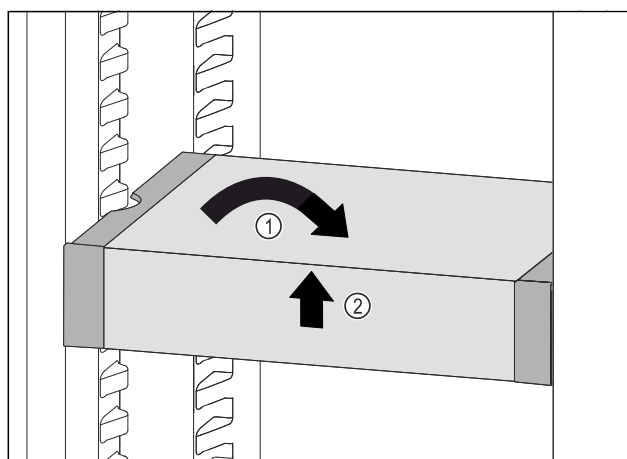

Fig. 136
- Collocare VarioSafe in maniera dritta. Fig. 136 (1)
- Sollevare VarioSafe dal lato anteriore. Fig. 136 (2)